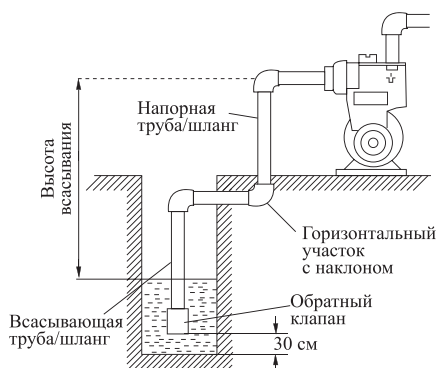

рис. 2
Установка станции схематично показана на рис.2
страль, как показано на рис.2.
**Внимание!** Для оптимальной работы станции на всасывающую трубу (шланг) необходимо установить обратный клапан (см. рис.2).